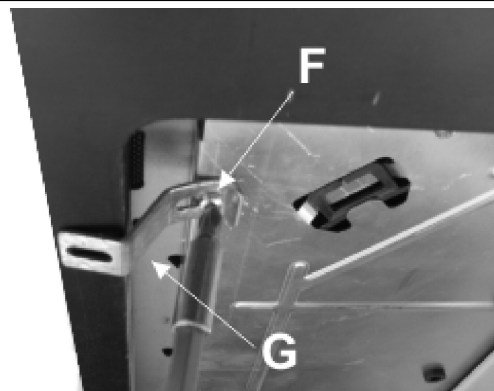

Рис. 10
- Выровняйте варочную панель в отверстии кухонного модуля и зафиксируйте ее винтами «F» крепежных уголков «G» (рис. 10).